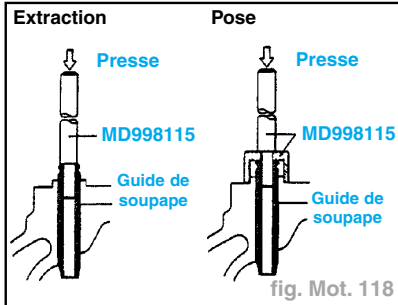

fig. Mot. 118
- A l'aide de l'outil spécial, refouler à la presse l'ancien guide de soupape en le poussant vers le plan de joint de culasse (fig. Mot. 118).